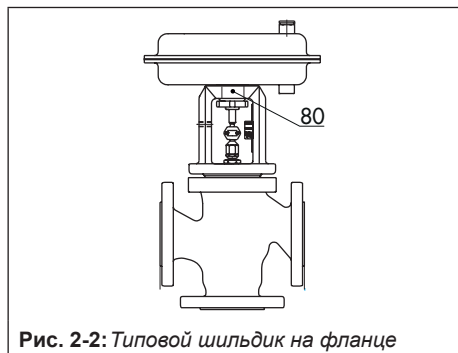

Рис. 2-2: Типовой шильдик на фланце
Шильдик (80) прикреплен к фланцу (см. Рис. 2-2).